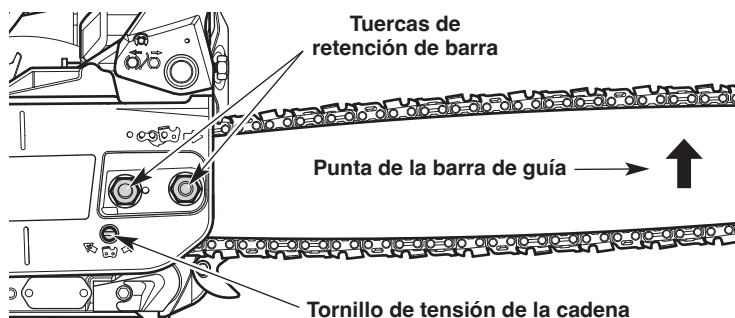

Fig. 26
2. Utilice la llave/destornillador o una llave de ½ pulgada (13 mm) para aflojar levemente las tuercas de retención de la barra (Fig. 26).
3. Sostenga la punta de la barra de guía hacia arriba y con un destornillador de cabeza plana gire el tornillo de tensión de la cadena (Fig. 26).